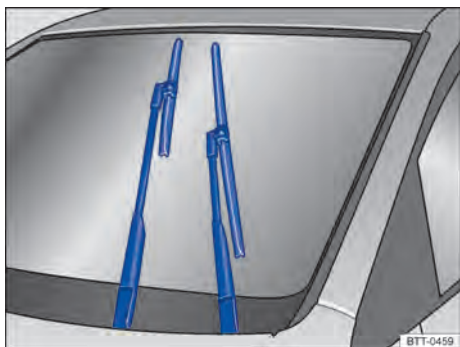

Fig. 146 Limpiaparabrisas en posición de servicio.
En la posición de servicio se pueden levantar los brazos de los limpiaparabrisas. Para poner los limpiaparabrisas en posición de servicio → fig. 146, proceder de la siguiente manera:
- Antes de suspender los brazos de los limpiaparabrisas, colóquelos en posición de servicio → fig. 146.
Tenga en cuenta en los limpiaparabrisas: coloque los brazos de los limpiaparabrisas en posición de servicio antes de doblarlos hacia afuera → fig. 146.
– Antes de suspender los brazos de los limpiaparabrisas, colóquelos en posición de servicio → fig. 146.